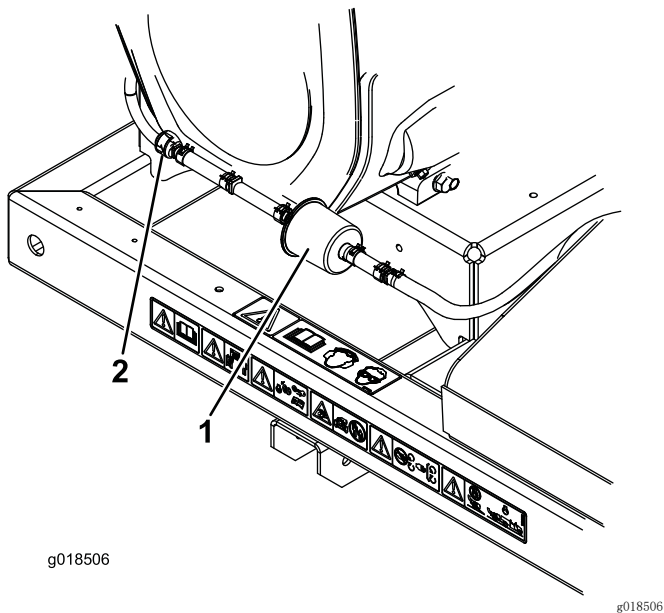

图18
2. 将碳罐净化过滤器两侧的弹簧型软管夹移离过滤器（图18）。
3. 拆下并丢弃碳过滤器（图18）。
4. 将新过滤器装入软管，使过滤器上的箭头指向单向阀，并使用软管夹固定（图18）。